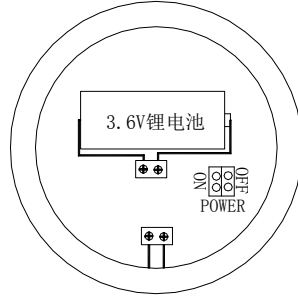

图 6-1 LRT-I 表接通电源
- ①取下后盖。
- ②将电源跳线器放置到“OFF”位置。
- ③用螺丝刀旋松固定电池引脚的两个螺钉(见图 6-1)，拔出电池引脚即可卸下电池。
- ④用剥线钳或剪刀剥开电池引线头约 10 毫米，把电池插入接线端，注意电池极性，拧紧螺钉。
- ⑤将电源跳线器放置到“ON”位置(不用时请置“OFF”位置，以节电)或按下“POWER”按钮。
- ⑥盖上后盖。